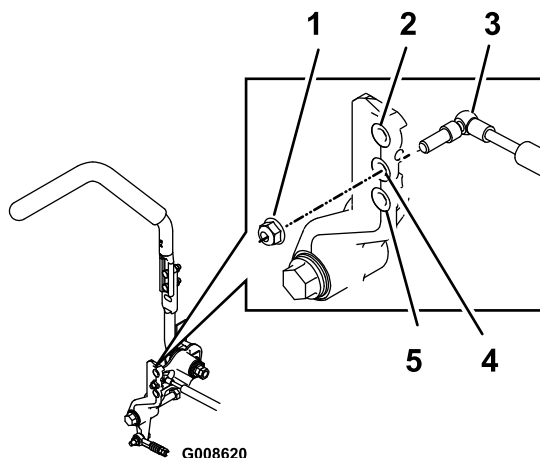

Рисунок 62
3. Выверните контргайку, переместите монтажный болт демпфера в нужное положение и заверните контргайку. Варианты установки см. на Рисунок 62.